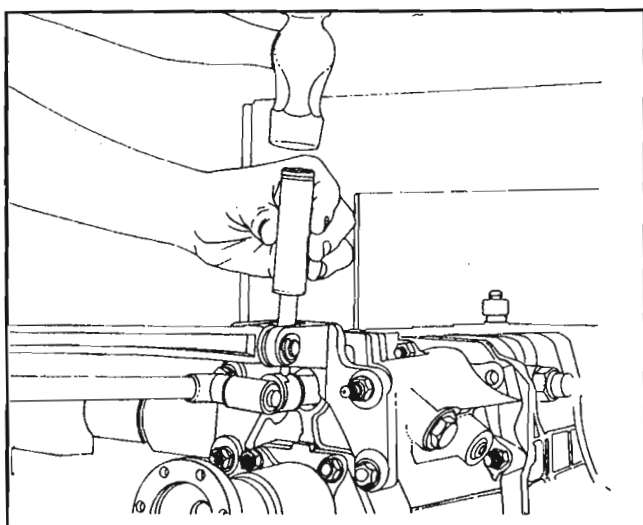

Fig. 5
Quite el clip elástico (170) y saque el pasador cilíndrico (171). Fig. 5